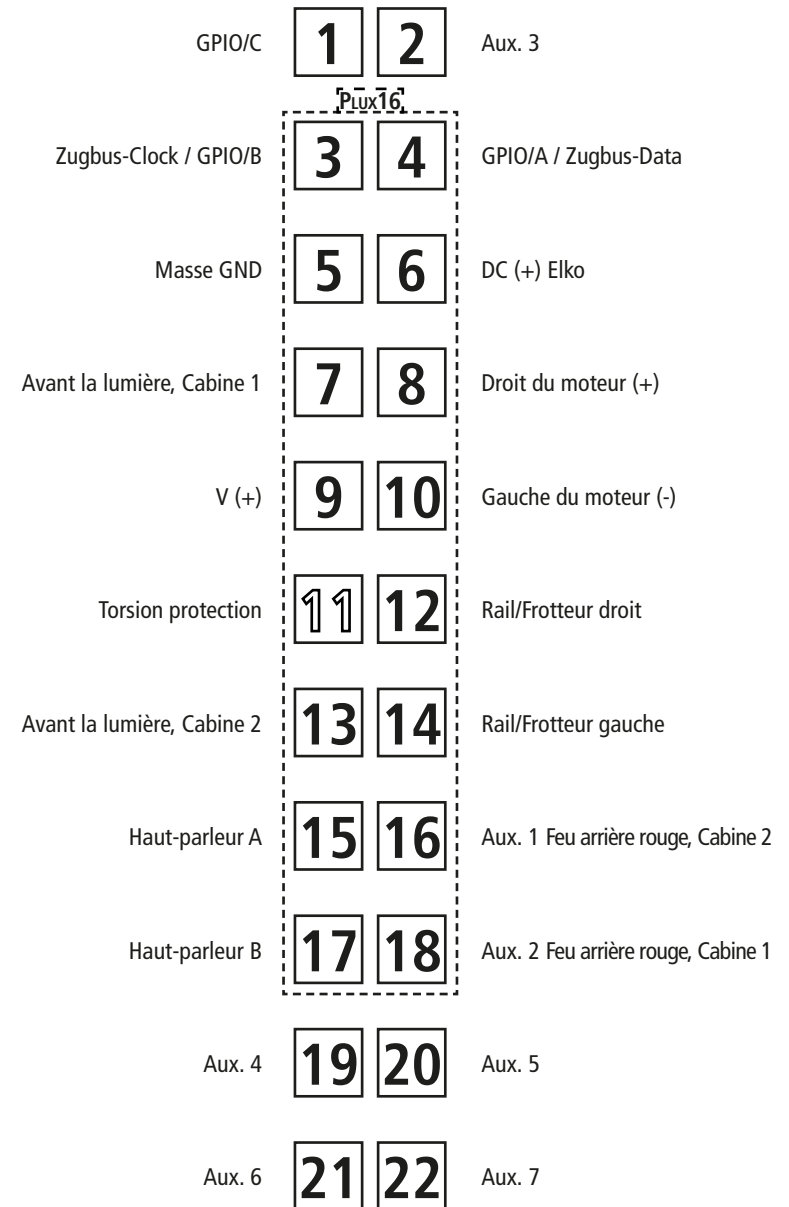

Fig. 5
**2. Graissage:** N'appliquez **qu'une toute petite goutte** aux endroits indiqués par le plan de graissage (fig. 5) après avoir démonté la caisse de la locomotive (fig. 3). Nous vous recommandons **le graisseur à huile ROCO réf. 10906**. Pour graisser les engrenages (roues dentées, vis sans fin) nous vous conseillons la **graisse spéciale ROCO réf. 10905** pour engrenages en matières synthétiques. Lorsque vous utilisez cette graisse il faut éviter d'huiler ces composants.